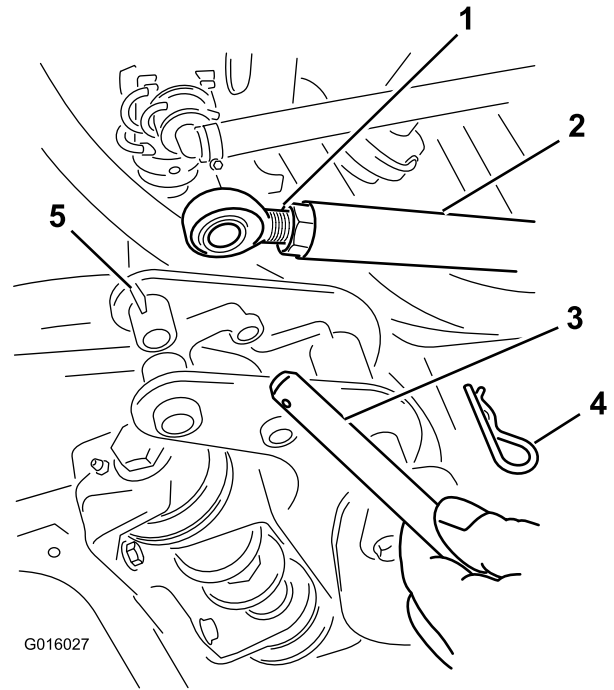

Bild 4
2. Entfernen Sie an jedem Ausleger den Splint und ziehen Sie den Stift aus der Stange, um die Stange vom Auslegerscharnierstiftgehäuse zu entfernen (Bild 4).